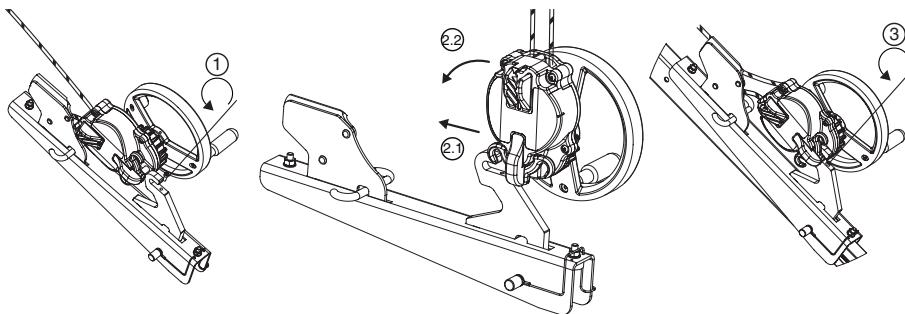

Fig. 8
6.3.4. Derope™ UP R apparat (Fig. 8, 9 og 10)
vist på Fig. 8. Enhver anden fastgørelse til et andet punkt på tracpodetrefoden fra Tractel® er forbudt.
1. Løsn blokeringskruen til tilkoblingskrogen på konsollen til Derope™ UP R apparatet (Fig. 8,1).
2. Installer Derope™ UP R apparatet på tilkoblingskrogen (Fig. 8, 2.1 – 2.2).
3. Skru blokeringskruen fast for at forhindre apparatet i at blive adskilt fra konsollen (Fig. 8, 3) og kontrollér, at den sidder korrekt og er spændt godt fast.